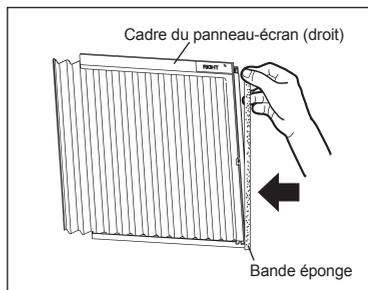

FIGURE 7
- 3** Avant de fixer les panneaux-écrans flexibles à l'unité, placez un morceau de bande éponge le long du cadre sur le côté droit du panneau marqué « RIGHT », comme indiqué dans la *Figure 7*. Répétez la même manipulation sur le côté gauche du panneau marqué « LEFT ».